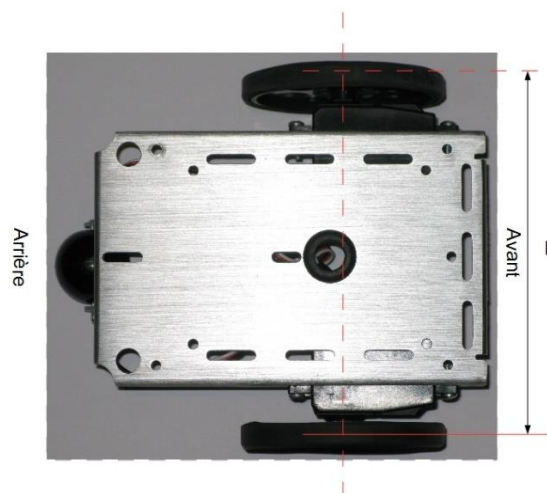

Figure 1 : Base mobile
La base mobile possède une structure de type uni cycle. Ses déplacements sont gérés par deux servomoteurs. La stabilité de la base est assurée par une boule, qui matérialise l'arrière du robot (c. Figure 1).
- La valeur de l'essieu moteur caractérisé par la longueur L (ordre de grandeur : 11,2 à 11,3 cm) (cf. Figure 1).